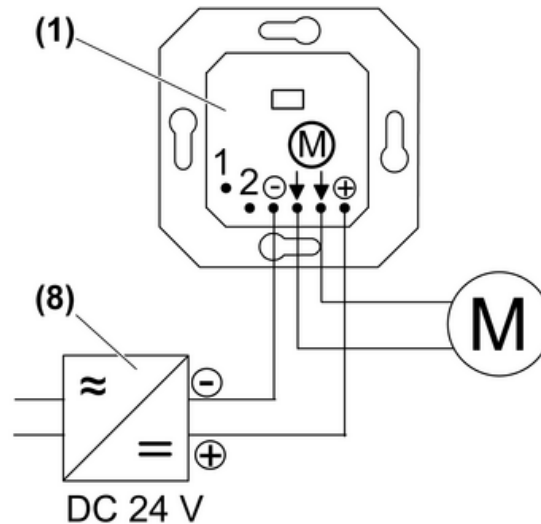

Figure 3: Schéma de raccordement du mécanisme
- Raccorder le moteur de store et le bloc d'alimentation (8) sur le mécanisme (1) selon le schéma de raccordement (figure 3).